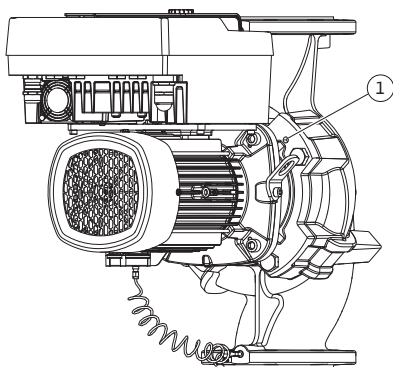
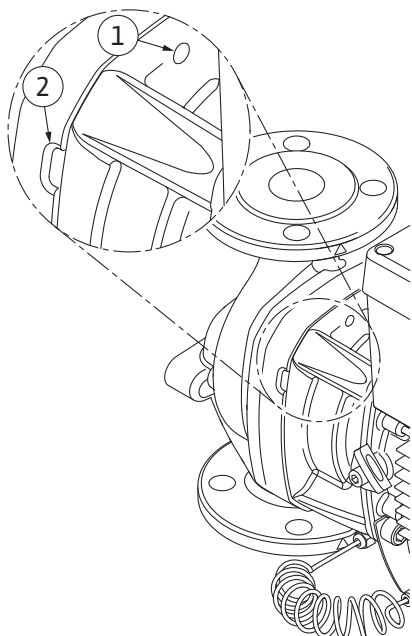

Fig. 98: Vytlačení smontované jednotky závitovými otvory
Fig. 99: Závrtové otvory a drážky pro odtlačení smontované jednotky z tělesa čerpadla
12. U typu čerpadla (Fig. III) povolte šrouby poz. 29. Použijte dva závitové otvory vedle něj (Fig. 98, poz. 1) a použijte vhodné šrouby, které si zajistí zákazník (např. M10 x 25 mm). Vytlačte smontovanou jednotku z tělesa čerpadla. U typu čerpadla (Fig. I a Fig. II) použijte dva závitové otvory M10 (viz Fig. 99) a použijte vhodné šrouby, které si zajistí zákazník (např. M10 x 20 mm). K vytlačení lze použít také drážky (Fig. 99, poz. 2). Za tímto účelem nasadte např. dva šroubováky a použijte je jako páku. Po cca 15 mm vytlačení není již smontovaná jednotka vedena v tělese čerpadla.